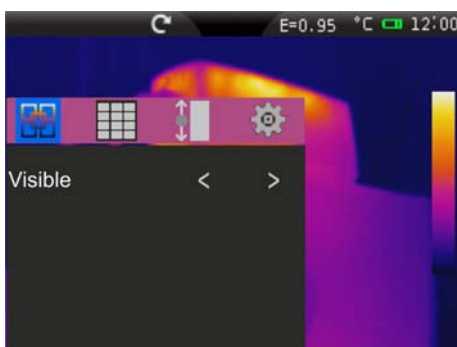

Fig. 42: Configuración y visualización imagen visible
- **Visible** → Visualización solo imagen visible (vea el Fig. 42)